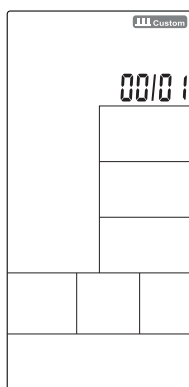

FIGURA 32
- Pressione INTERVALO (TECLA 16) para selecionar INTERVALO AJUSTÁVEL para iniciar a configuração. INTERVALO 00 / XX pisca para ser definido junto com alertas sonoros de 1s. Pressione PARA CIMA / PARA BAIXO (TECLAS 10 ou 11) para definir 00 / XX entre 1 ~ 99. Pressione ENTER (TECLA 19) para confirmar e ir para a próxima configuração. (Figura 32).